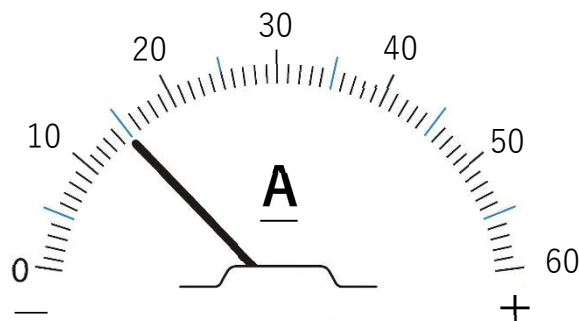

図 6 - 6 ^{でんりゅうけい} 電流計の読み方
- ☐ ^{ぐでんりゅうけい} アナログ電流計：針で^{はり} 電流値を表します。図 6 - 6 では^{あらわ} 15A になります。